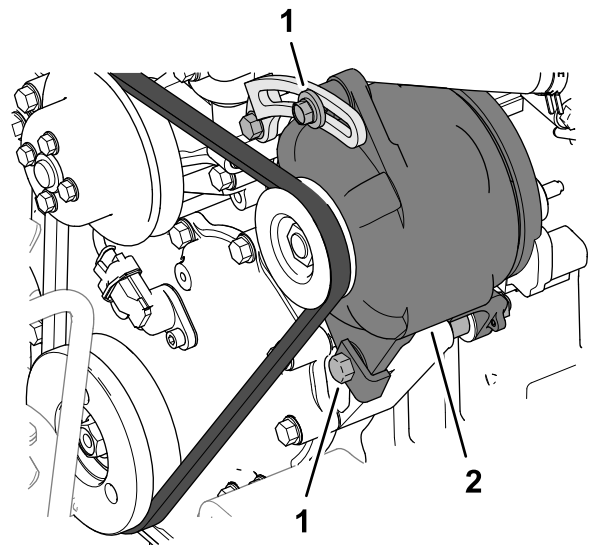

Figura 103
5. Si la desviación de la correa es superior o inferior a 10 mm, afloje los pernos de montaje del alternador (Figura 103).